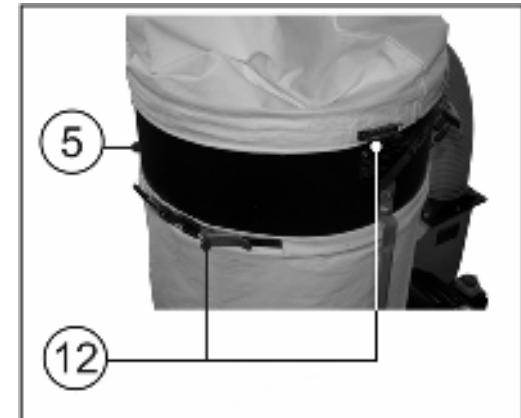

Рис.7.
8.7. Наденьте фильтрующий мешок на корпус фильтра (5), укрепите лямку мешка на вертикальной стойке, затем затяните хомут (12). Наденьте мешок пылесборника на корпус фильтра и затяните хомут (12), Рис.7.